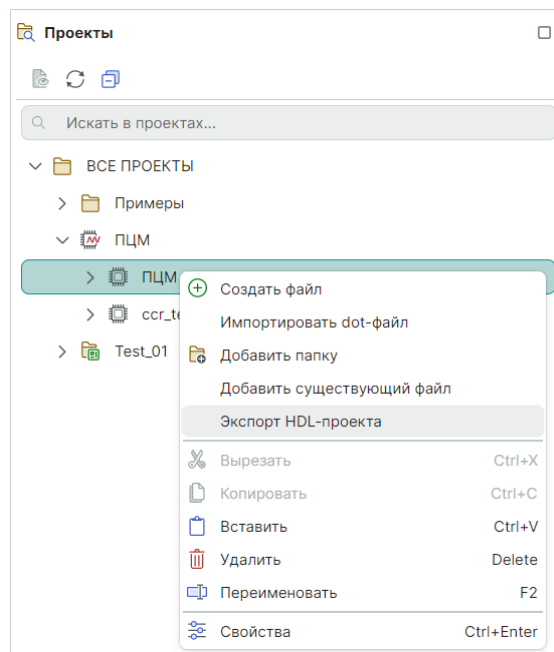

Рис. 21 Экспорт HDL-проекта
2. Выберите пункт «Экспорт HDL-проекта», см. Рис. 21.